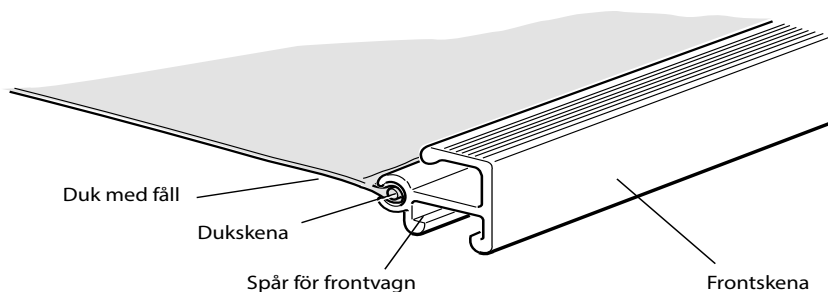

Bild 11. Dukens fastsättning i frontskenan
6. Skjut in dukens fäll med dukskena i frontskenans spår, jfr bild 11. Centrera den mittersta näthålraden till mitten av frontskenan.